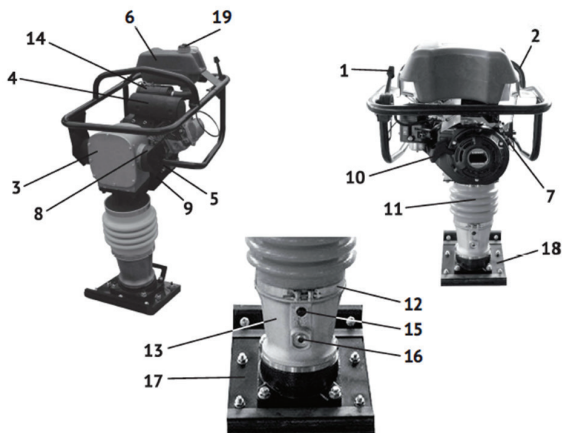

Рис. 2
1. Проверить уровень масла через окошко в задней части основания (рис. 2 №16). Если масло не видно, в окошко, долить масло. Для смазки использовать моторное масло 10w-30 SE, SF и более высокого класса. Емкость – 0,9 л.
Выкрутите пробку-шуп из маслозаливной горловины, залейте масло в картер (рис. 2 №15).
2. Заполнить топливный бак (рис.2 №19) обычным бензином АИ-92 (неэтилированным).
5. Медленно потяните за ручку стартера (рис.2 поз.10) до возникновения сопротивления, а затем резким движением вытяните трос на себя. Повторяйте* действие до тех пор, пока двигатель не заведется.